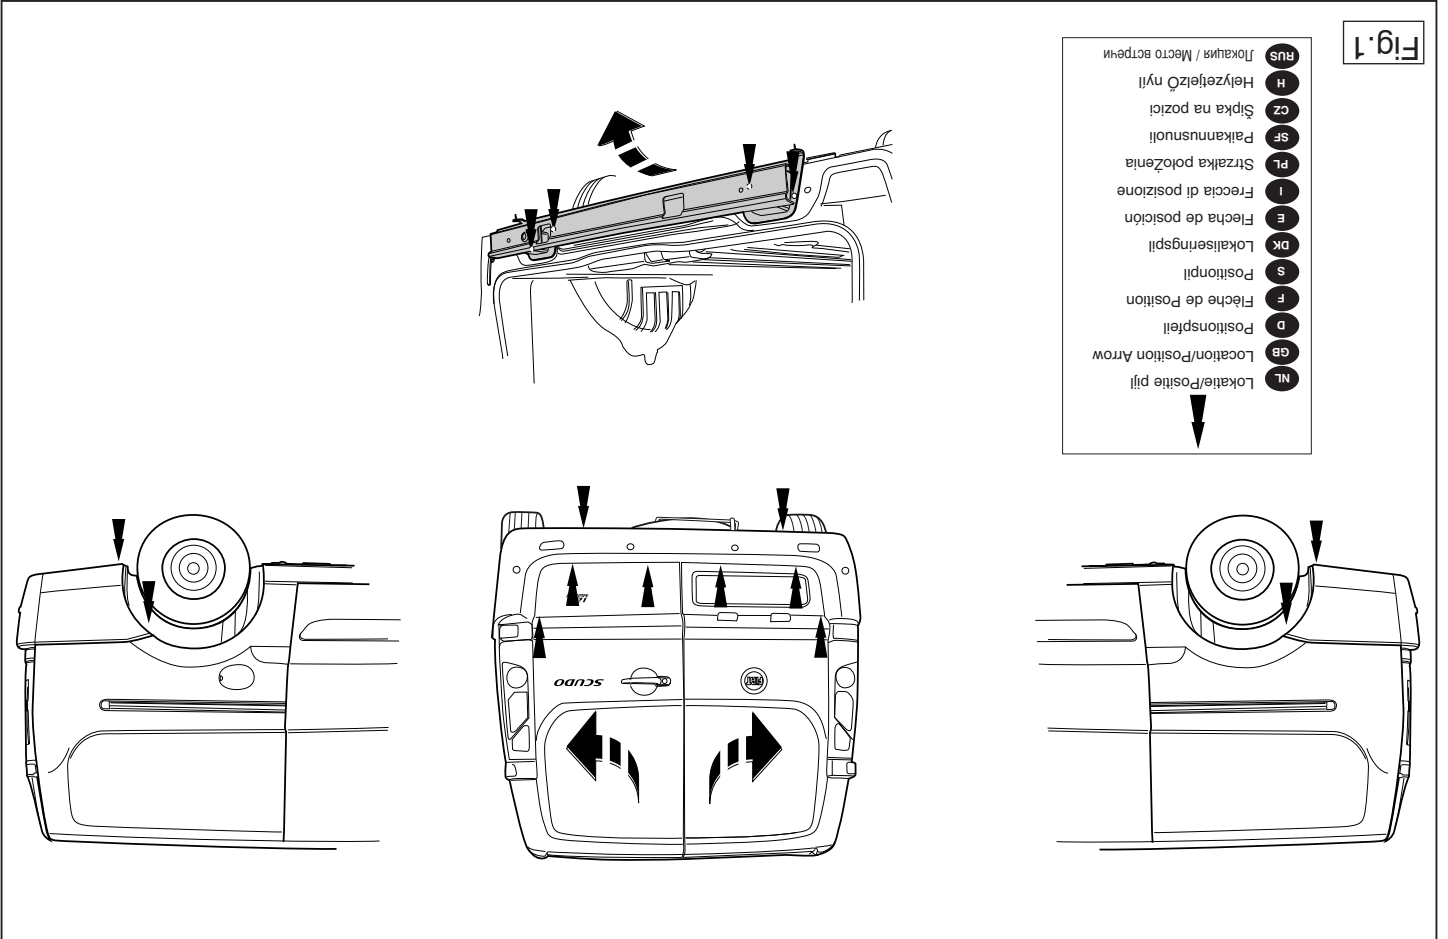

Fig. 1
2. Remove the bumper and the steel buffer beam from the vehicle. See figure 1.
2. Die Stoßstange einschließlich des stählernen Stoßbalkens vom Fahrzeug abmontieren. Siehe Abbildung 1.
2. Déposer le pare-chocs du véhicule y compris la traverse en acier. Voir la figure 1.
2. Снять бампер вместе со стальным буферным брусом автомобиля. См. рисунок 1.